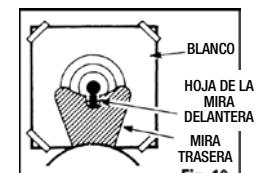

Fig. 10
• El rifle de aire está apuntado correctamente cuando la hoja de la mira delantera está posicionada exactamente en el centro de la muesca de la mira trasera. La parte superior de la hoja de la mira delantera debe estar nivelada con la parte superior de la muesca de la mira trasera. La diana debe verse como si descansara encima de la mira delantera. (Fig. 10)